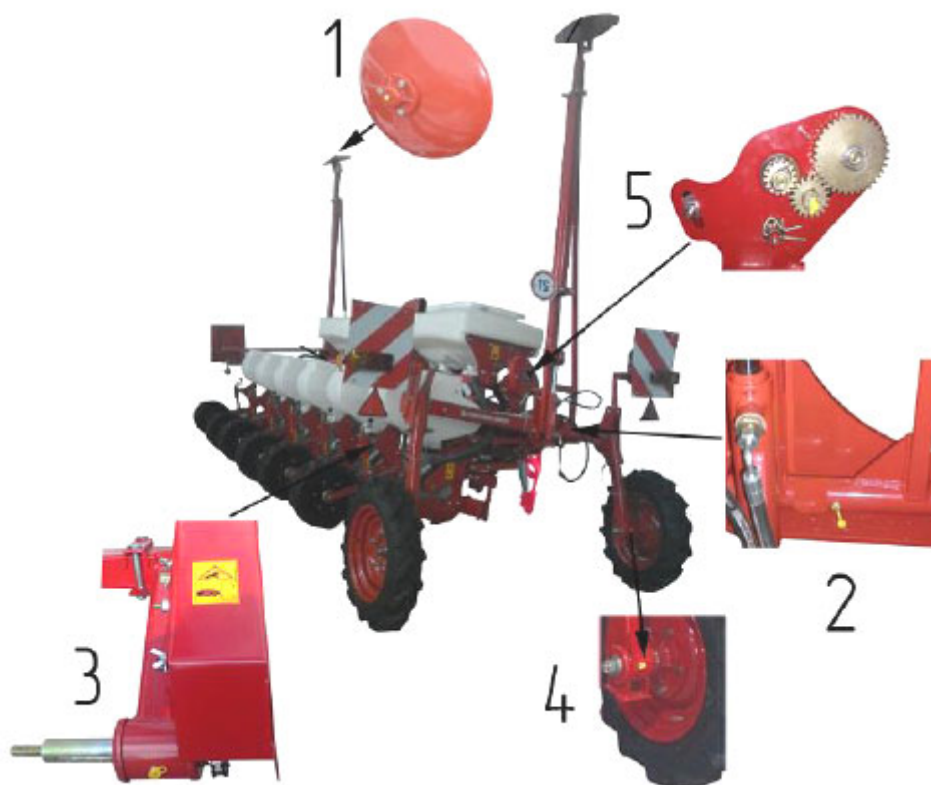

Рисунок 1. Схема розміщення точок мащення на сівалці ЕЛЬВОРТИ
- змастити через прес-маслянки складові частини відповідно до таблиці 2 і схеми мащення (рисунок 1);
- змастити через прес-маслянки складові частини відповідно до таблиці 2 і схемою мащення (рисунок 1).
- очистити маслянки від пилу, зробити мащення вузлів згідно таблиці 2 і схеми мащення (рисунок 1). Мащення продовжувати до моменту випирання солідолу між поверхнями тертя;